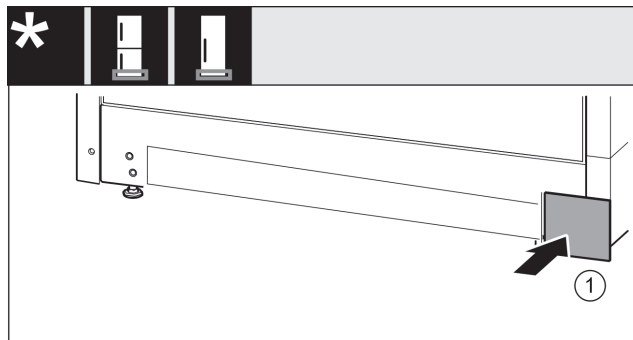

Fig. 15
- Τοποθετήστε ξανά το κάλυμμα στην άλλη πλευρά. Fig. 15 (1)